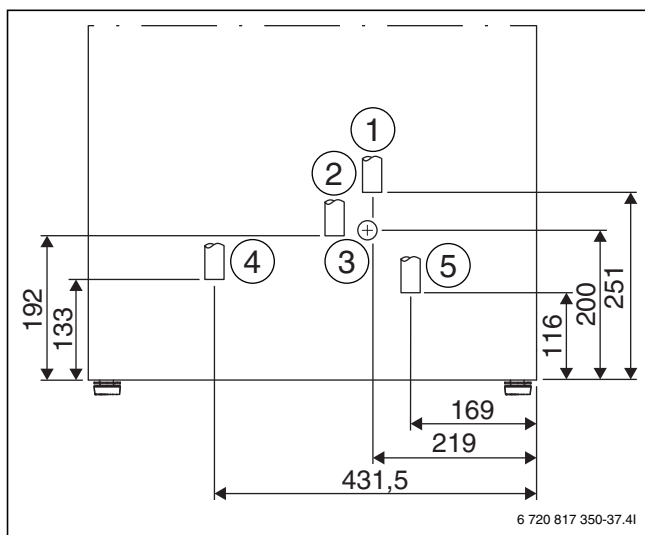

Bild 11 Röranslutning vy framifrån
- ▶ Anslut framledning till uttag märkt framledning (→[5], Bild 11).
- ▶ Anslut returledning till uttag märkt returledning (→[4], Bild 11).
- ▶ Anslut kallvatten och varmvatten till uttag märkt kallvatten (→[2], Bild 11) respektive varmvatten (→[1], Bild 11).